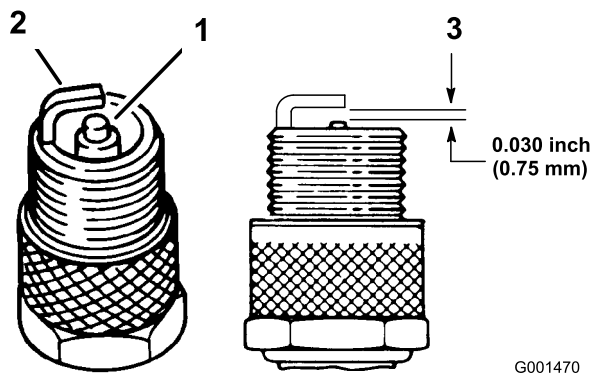

Figure 35
1. Examinez le centre des bougies (Figure 35). Si le bec de l'isolateur est recouvert d'un léger dépôt gris ou brun, le moteur fonctionne correctement. S'il est couvert d'un dépôt noir, c'est généralement signe que le filtre à air est encrassé.
3. Contrôlez l'écartement entre l'électrode centrale et l'électrode latérale (Figure 35). Courbez l'électrode latérale (Figure 35) si l'écartement est incorrect.
3. Connectez les bougies (Figure 35).